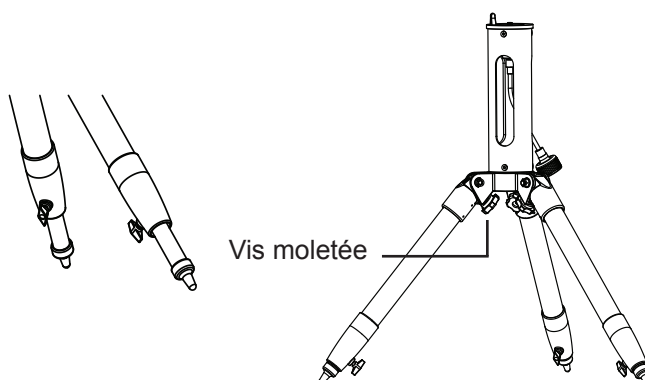

Fig. 1.1b
1. Déployez chacune des 3 jambes jusqu'à la butée. Serrez les vis de blocage moletées pour sécuriser l'ensemble (Fig. 1.1b).